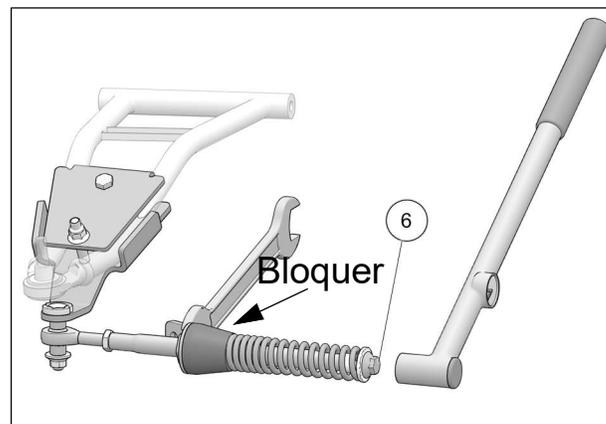

Fig. 23
10. Vérifier que le boulon du ressort (6) est serré au couple recommandé: 75 Nm [55 lb•pi]. Assurez-vous de bloquer en position, l'écrou devant l'amortisseur en caoutchouc. Voir Fig. 23